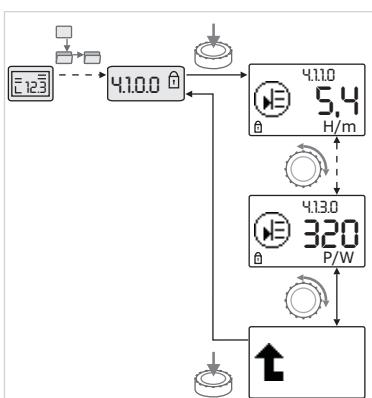

Рис. 4.2: Вызов информации
- Вращая кнопку управления, можно управлять элементами типа «Информация» текущего подменю (см. рис. 4.2). Пояснения настроек, обозначенных символами, см. в таблице в главе 8.7 «Указатель элементов меню» на стр. 223.